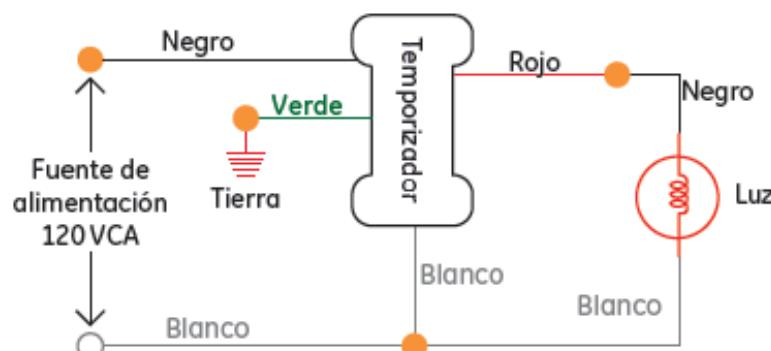

Figura 1
2. Saque el temporizador del paquete. Con la ayuda de un diente, gire suavemente el tornillo central hacia la izquierda. Retire el pasador central. Retire el dial. Figura 1.